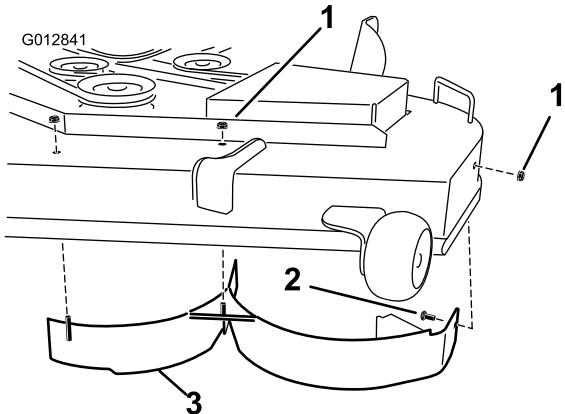

Figure 32
- Retirez les deux contre-écrous (5/16 inch) fixés aux montants soudés du déflecteur gauche sur le dessus du plateau de coupe, au centre et à gauche du centre (Figure 32). Sur la paroi latérale du plateau de coupe,
7. Déposez le déflecteur gauche du plateau de coupe, comme illustré à la Figure 32.